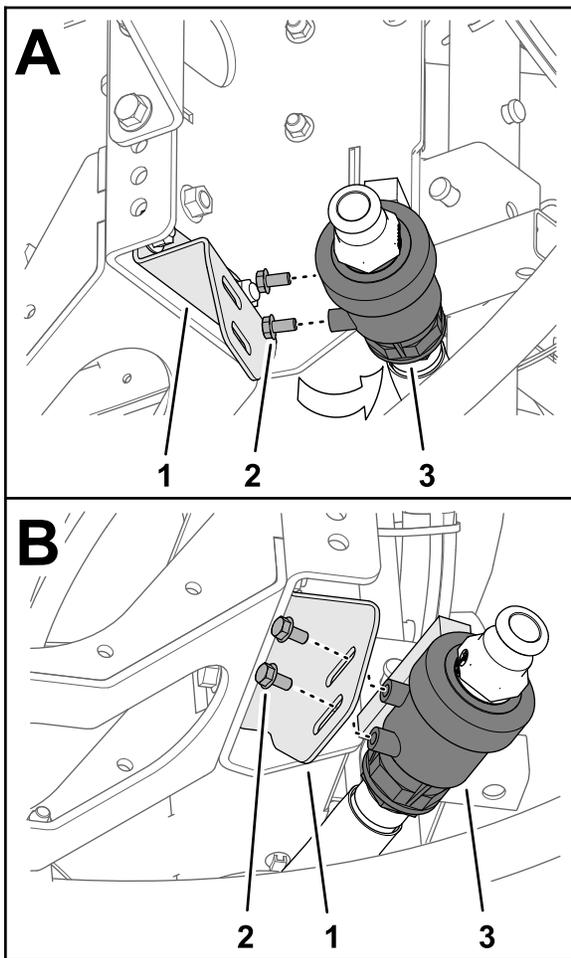

Bild 14
- Nehmen Sie die zwei Bundkopfschrauben (5/16" x 5/8") vom Gehäuse des Ablassventils ab (Bild 14).